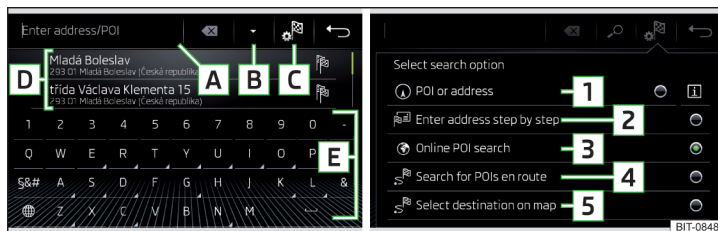
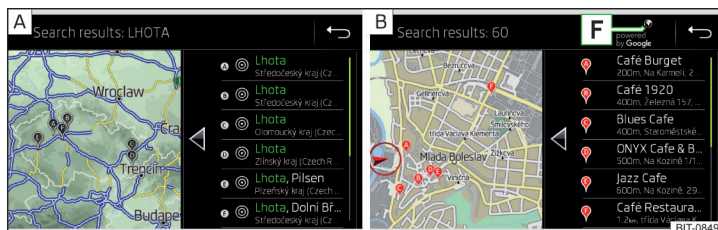
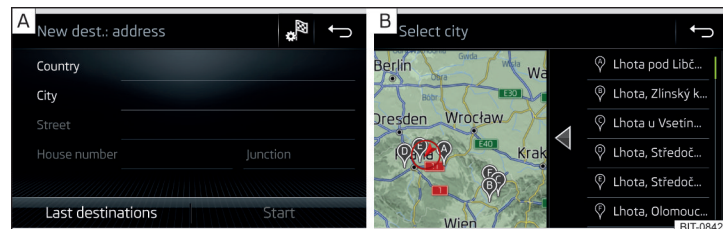

Fig. 167 **Buscar destino: Menú principal / Selección del modo de búsqueda**
Fig. 168 **Lista de los destinos solicitados: en los datos de navegación / online**
Fig. 169 Introducir destino a través de la dirección: Menú principal / Lista de los lugares seleccionados
- Si no se visualiza ningún menú para la búsqueda del destino, sino uno para la introducción del destino a través de la dirección o para la introducción del destino en el mapa, entonces pulsar la superficie funcional → **1** » fig. 167. ▶
## Descripción de las superficies funcionales » fig. 167 o » fig. 168
- Pulsar la superficie funcional **C** → **1/2/4/5** » fig. 167.
- Para la visualización de los destinos solicitados, pulsar la superficie funcional **B** » fig. 167.
- Pulsar ligeramente la superficie funcional **C** → **3** » fig. 167.
- Para la búsqueda del destino por medio de los parámetros señalados, pulsar la superficie funcional **B** » fig. 167.
- Si no se visualiza el menú para la introducción del destino a través de la dirección » fig. 169 - **A**, entonces pulsar la superficie funcional **B** → **2** » fig. 167 de la pág. 158.
Existe la posibilidad que se visualice automáticamente un mapa con una lista de los lugares con el mismo nombre durante la introducción de un nombre del lugar » fig. 169 - **B**.
- Luego pulsar la superficie funcional  →  » fig. 167 de la pág. 158.